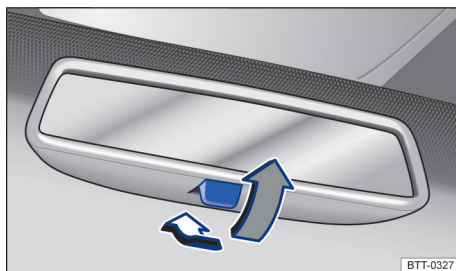

Fig. 77 En el parabrisas: espejo retrovisor interior antideslumbrante manual.
- Posición nocturna: tirar de la palanca → fig. 77 (flecha gris), para evitar el deslumbramiento de los faros de los vehículos que circulan detrás.